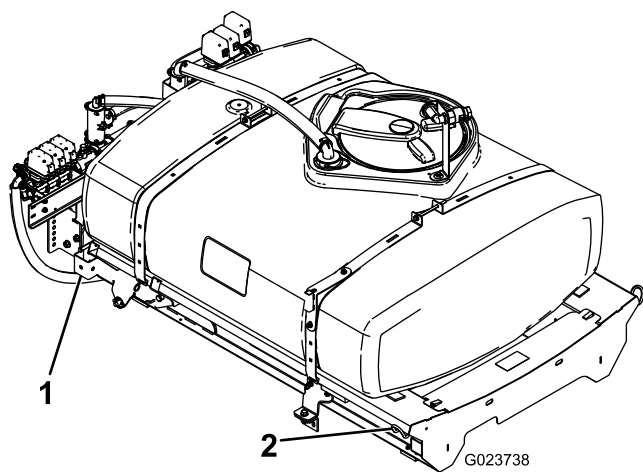

Figure 10
1. A l'aide d'un appareil de levage, soulevez le patin de la cuve (Figure 10) et placez-le au-dessus du cadre du véhicule, en orientant les ensembles pompe et vanne vers l'arrière.